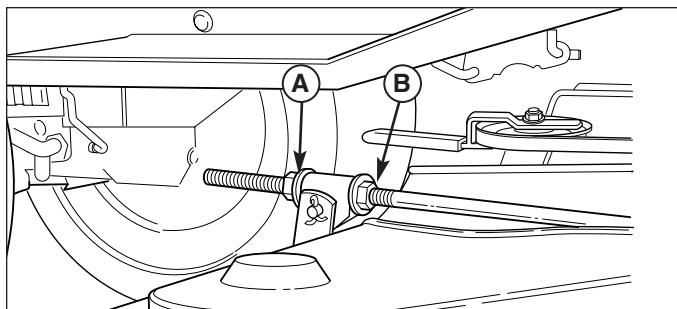

Figure 52. Mise à niveau longitudinale de la tondeuse
- Pour relever l'avant de la tondeuse, desserrer l'écrou avant (B) et serrer l'écrou arrière (A, figure 52) contre le support. Pour abaisser l'avant de la tondeuse, desserrer l'écrou arrière (A) afin de déplacer le support vers l'arrière pour allonger la tige.
- Vérifier à nouveau la mesure avant de serrer l'écrou avant (B) contre le support.